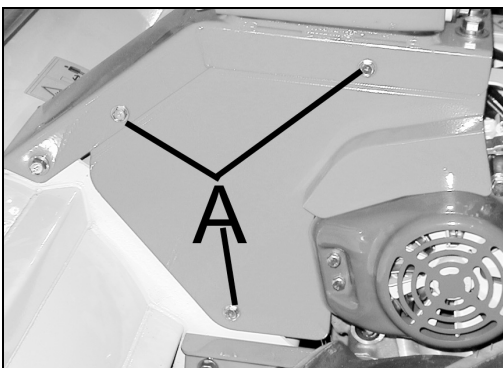

Figure 11
- Déposez en dévissant ses trois vis, le carter gauche se trouvant à côté du bloc de transmission hydrostatatique (A, Figure 11).